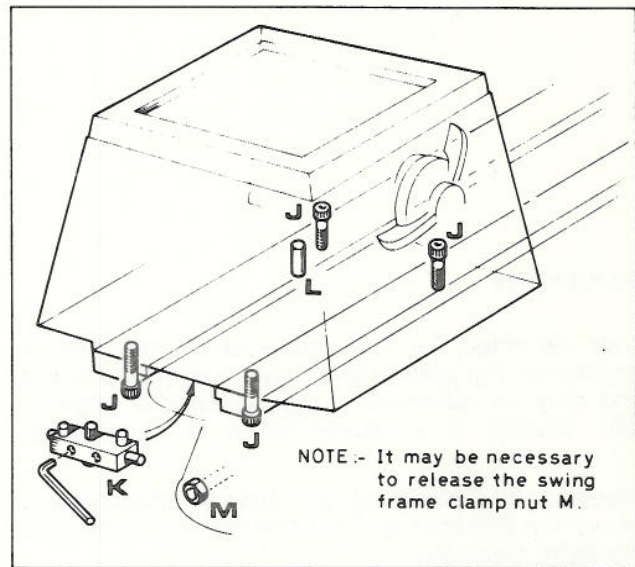

Fig. 18
To correct a difference in readings, slacken the four headstock hold-down screws (J) shown in Fig. 18 and adjust the set-over pad (K) beneath the headstock to pivot the headstock about the dowel (L). Tighten all screws after adjustment and repeat the test-cut / micrometer-reading sequence until micrometer readings are identical, i.e. machine now cutting absolutely parallel.
Pour corriger des différences éventuelles dans les lectures, desserrer les quatre vis de fixation (J) de la poupée fixe représentées à la figure 18 et régler la cale (K) en dessous de la poupée fixe pour faire pivoter la poupée fixe autour du goujon (L) de la valeur voulue. Après réglage, resserrer toutes les vis et recommencer l'opération d'usinage à l'essai avec contrôle au micromètre jusqu'à ce que les lectures soient identiques, c'est-à-dire jusqu'à ce que la broche soit parfaitement parallèle au banc.